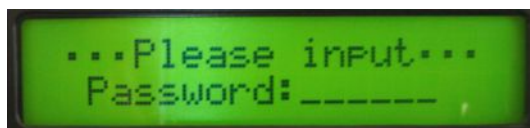
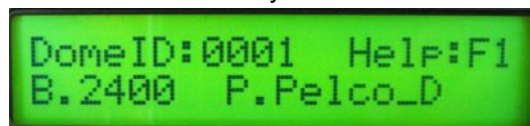

Рисунок 1
Рисунок 2
2. Задняя панель (Рисунок 2)
то необходимо его ввести (см. рис. 1) для перехода в рабочее состояние (см. рис. 2), пароль состоит из 6 цифр.